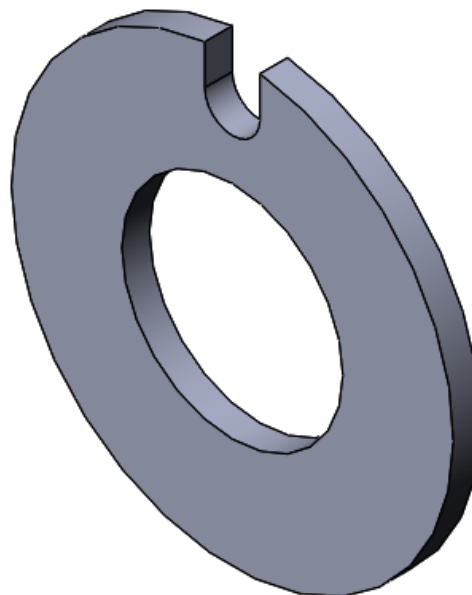

Ilustración 72
Paso 1: Se extruye la siguiente figura (ver ilustración 72)